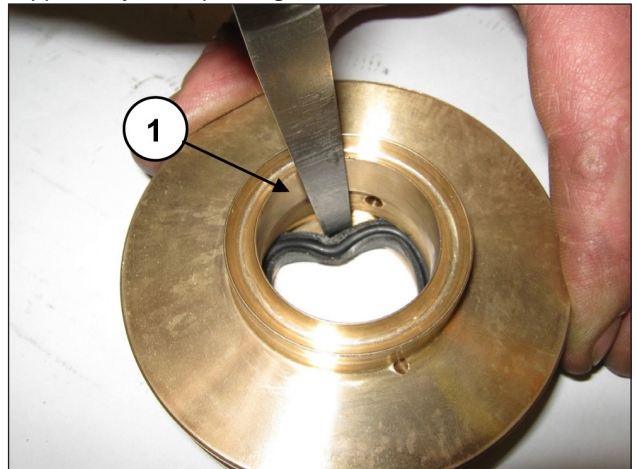

Fig. 174
Pour ôter le joint de basse pression, utiliser une jauge d'épaisseur ou un outil qui n'endommage pas le siège du support du joint (rep. ①, Fig. 174).